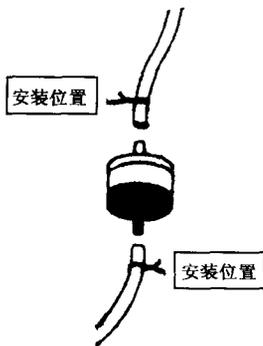
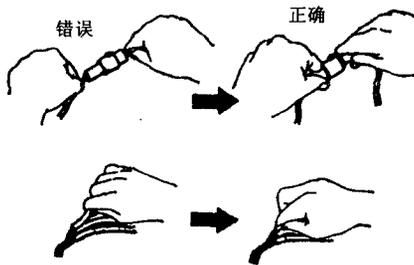

图 1.1 标签注明连接位置
图 1.2 应牵拉电线插座
(1) 拆装真空软管和电线插头时,应在接头外用标签注明连接位置,如图 1.1 所示,以防安装时出现差错产生人为故障。
(2) 拆卸真空软管时,应拉住管端,不能牵拉软管的中间部位。
(3) 拉开电线插头时,应牵拉插座,不能拉引线部位,如图 1.2 所示,以免损伤线头,造成通电不良。